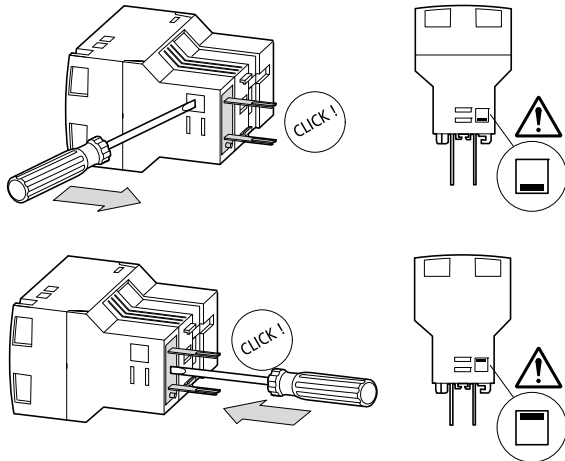

Abbildung 7: Zuordnung SmartWire-Modul für DILM und Schütz
- ▶ Stellen Sie den Einstellschieber am SmartWire-Modul für DILM auf das zugehörige Schütz ein (→ Abb. 7).